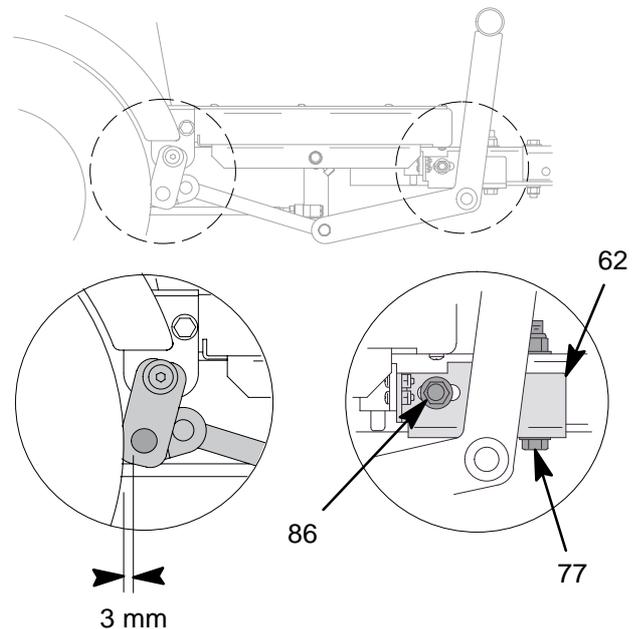

Fig. 2
1. Fig. 2. Afloje las dos contratuercas (86) y los pernos (77) que sujetan el soporte del freno (62).
2. Deslice el soporte del freno (62) hacia adelante o hacia atrás hasta conseguir la presión de frenado deseada.
3. Apriete las contratuercas (86) y los pernos (77) que sujetan el soporte del freno (62).